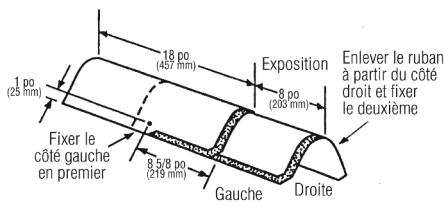

Figure 18-16 : Pose de bardeaux de Shangle Ridge sur les arêtes et les faîtes.
7. Clouer chaque bardeau pour faîtes et arêtes au moyen de deux clous (figure 18-16). Les clous doivent être longs de 1 3/4 po (45 mm) ou plus, de façon à ce qu'ils pénètrent dans la dalle de 3/4 po (19 mm) ou qu'ils la traversent d'au moins 1/8 po (3,2 mm). Laisser 8 po (203 mm) de bardeau exposé le long de la ligne de faîte ou d'arête et recouvrir tous les clous.